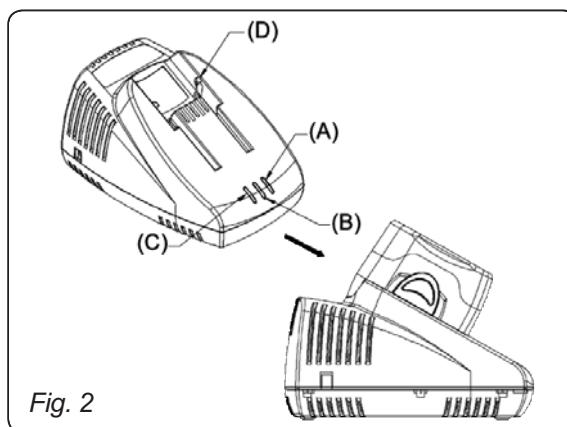

Fig. 2
S'assurer que la tension dans le secteur correspond à celle du panneau à données techniques du chargeur. Brancher le chargeur au secteur. Un voyant orange devrait s'allumer (A) Fig. 2. Ceci indique que le chargeur est prêt à fonctionner.